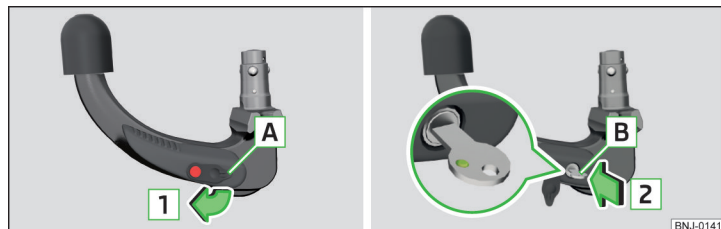

Fig. 233 Rimozione del coperchio dalla serratura / inserimento della chiave nella serratura
- Rimuovere il coperchio **A** dalla serratura in direzione della freccia **1** » fig. 233.